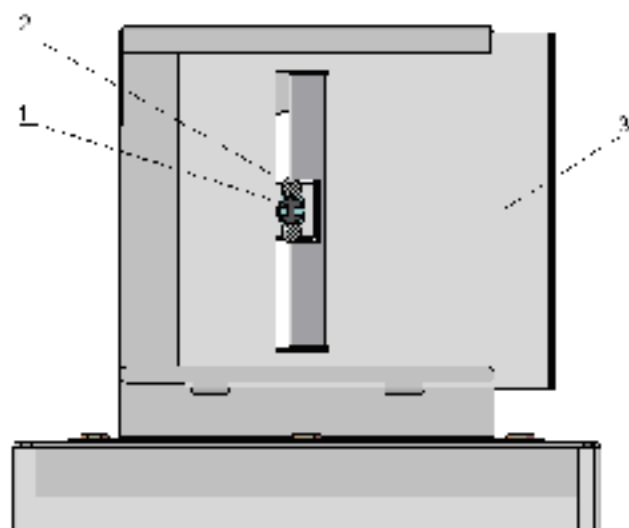

Рис. 16 Дымоход котлов КС-ТТ/ТТВ-12/16...; КС-ТТ/ТТВ-16/20...
7.4 На дымоход котла необходимо установить термостат (датчик тяги из комплекта УГ) табл. 2 и рис. 16, 17.
На разъёмы термопрерывателя (рис. 18) подсоединить провода из комплекта УГТ (табл.2). Провода завести под лепестки (рис. 18) на правой боковине котла, провести через прорезы под крышку котла (крышку предварительно снять), вывести на заднюю стенку и подсоединить на выводы термостата (датчика тяги) рис. 16, 17.